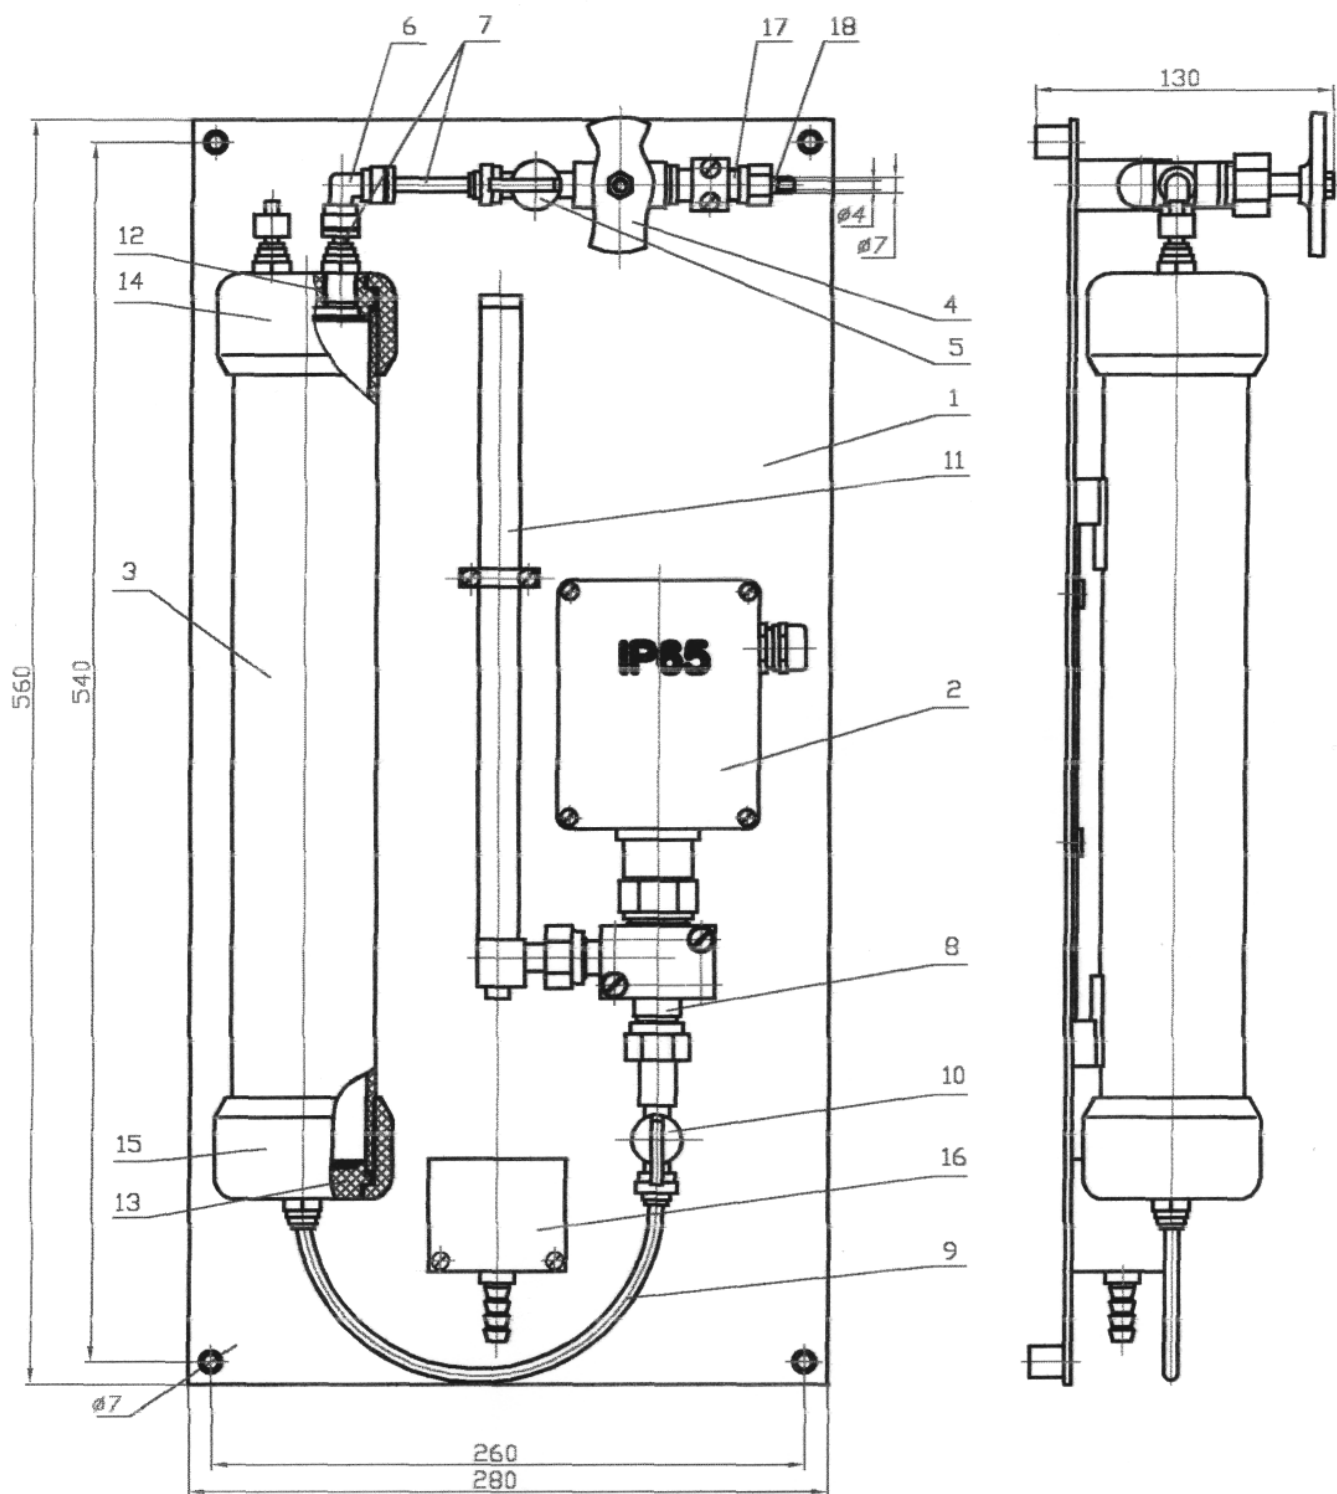

Рис.1 Общий вид гидропанели
3.5. Габаритные и установочные размеры	см. рис.1
На стальной панели поз. 1 (рис.1) установлены первичный преобразователь АЖК поз. 2 и корпус Н-фильтра поз. 3. Входной вентиль поз. 4 через отсечной шаровой кран поз. 5 соединен с Н-фильтром через гидравлический угольник типа «ниппель-ниппель» поз. 6 пластиковыми трубками поз. 7.